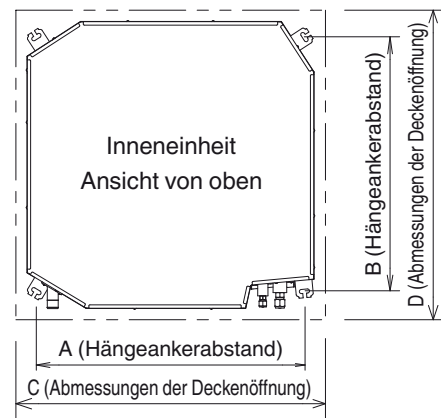

Abb. 3-2
- (2) Die Löcher in der Decke entsprechend der Abbildung 3-2 und der Tabelle 3-1 anbringen.